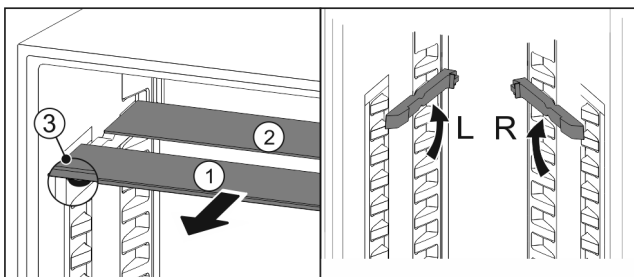

Fig. 61
- ▶ Steklene plošče posamično izvlecite Fig. 61 (1) naprej.
- ▷ Steklena plošča Fig. 61 (1) z okrasno letvijo je spredaj.
- ▷ Zaustavljalniki Fig. 61 (3) so obrnjeni navzdol.